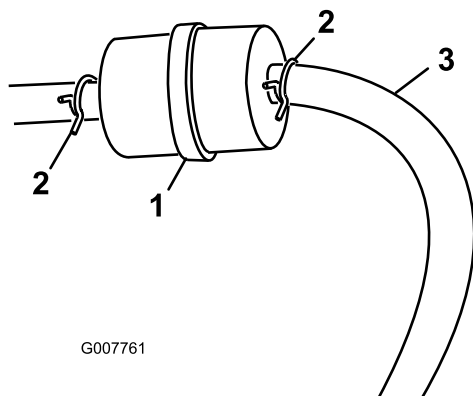

図 30
3. 古いフィルタのクランプをゆるめて脇に寄せる (図 30)。
5. 新しいフィルタをホースに取り付け、クランプで固定する (図 30)。
3. 燃料フィルタについているクランプをゆるめ、フィルタからはずらす (図 30)。
4. 燃料フィルタから燃料ホースを抜き取る (図 30)。
**注** 落ちてくるガソリンをガソリン容器または廃油受けに受ける (図 30)。
5. フィルタに燃料ホースをつなぎ、クランプで固定する (図 30)。